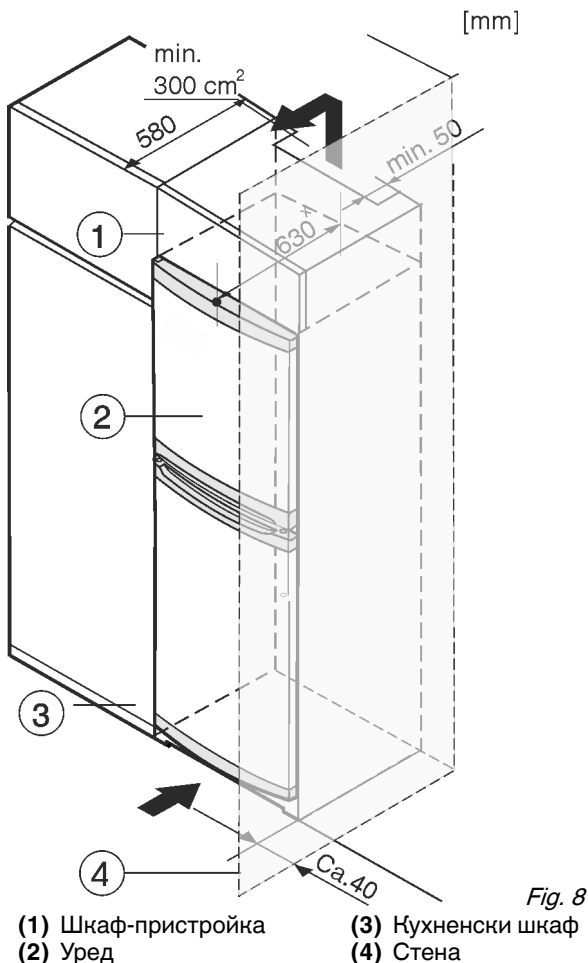

Fig. 8
(1) Шкаф-пристройка (2) Уред (3) Кухненски шкаф (4) Стена
Уредът може да е обграден с кухненски шкафове. За да изравните височината на уреда Fig. 8 (2) с височината на вградената кухня, над уреда може да се постави шкаф-пристройка Fig. 8 (1).
При обграждане с кухненски шкафове (дълбочина макс. 580 mm) уредът може да се постави непосредствено до кухненския шкаф Fig. 8 (3). Отстрани уредът е издаден на 34 mm *, а в средата на уреда – на 50 mm * спрямо челото на кухненския шкаф.
Когато уредът се поставя с пантите до стена Fig. 8 (4), разстоянието между уреда и стената трябва да е поне 40 mm. Това отговаря на разстоянието, с което дръжките стърчат при отворена врата.